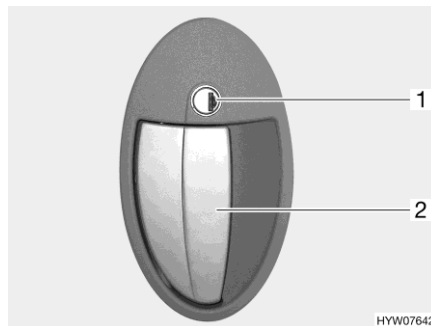

Fig. 16 Serratura della porta (porta di ingresso, lato esterno)
- Inserire la chiave nel cilindro della serratura (Fig. 16,1) e ruotare in senso orario, fino a quando la serratura della porta si sblocca.
- Tirare la maniglia della porta (Fig. 16,2). La porta è aperta.
- Inserire la chiave nel cilindro della serratura (Fig. 16,1) e ruotare in senso antiorario, fino a quando la serratura della porta si blocca.